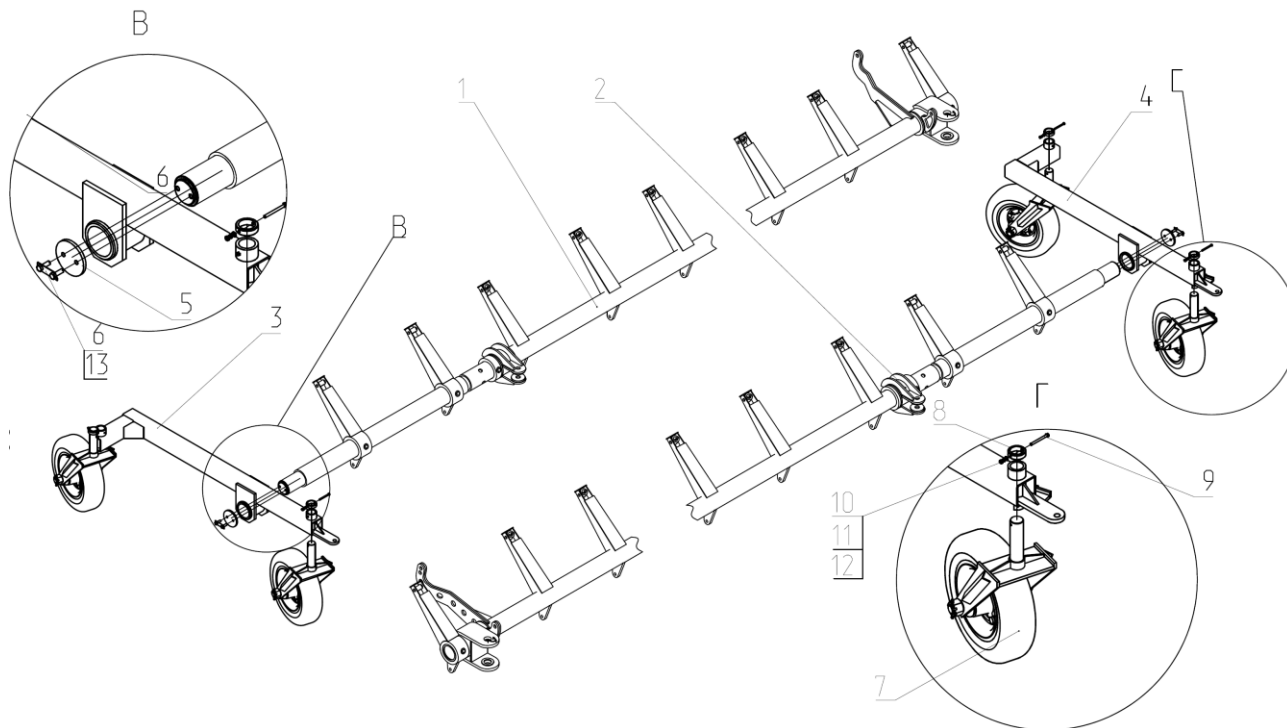

Рис.19 Схема сборки луцильника.
5.5.5. Брус поз. 1 Рис. 19В установить на подложки так, чтобы расстояние от поверхности земли до трубы сницы было не менее 650 мм;
Аналогично собираем траверсу поз. 4 с брусом поз. 2 Рис. 19;
5.5.7. Колесо в сборе с вилкой Рис. 19Г вставить во втулку траверсы и при помощи кольца поз. 8, болта М8х90 поз. 9, шайбы 8.65Г поз. 10, шайбы 8 поз. 11 и гайки поз. 12 закрепить его. Остальные колеса собираются аналогично;